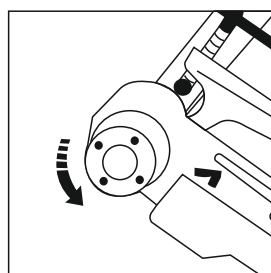

Рис. 5
5.5 После нарезания резьбы выключить крупп, освободить с помощью винтового прижима струбцину 1, перевести рычаг 8 в положение обратного (левого) вращения (при этом необходимо, надавливая на рычаг переключателя 8, покачать крупп вверх-вниз), рис. 5 и, после переключения рычага, крепко удерживая, включить крупп для свинчивания головки с нарезанной резьбы.